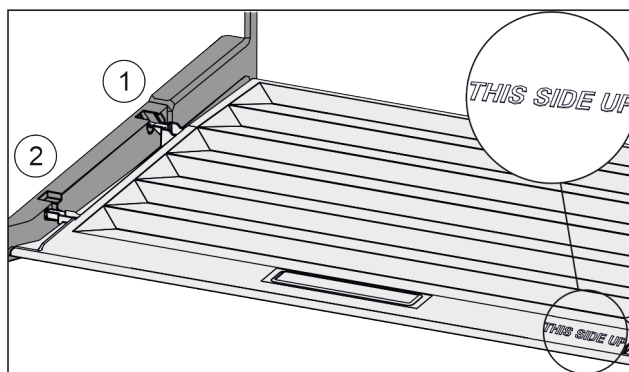

Fig. 68
- ▶ Výstupky veka zaveďte cez otvor zadného držiaka Fig. 68 (1) a zaistite vpredu v držiaku Fig. 68 (2).